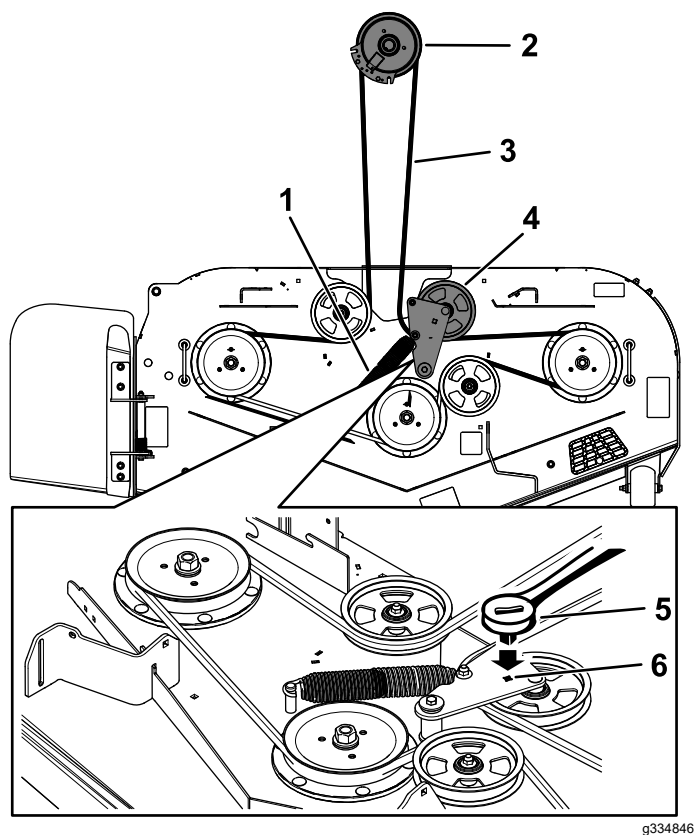

Figura 61
8. Utilice una llave de carraca de $\frac{3}{8}$ " en el taladro cuadrado del brazo tensor para aliviar la tensión del muelle tensor (Figura 61).
10. Instale la guía de la correa en el brazo tensor tensado con muelle (Figura 61).
12. Pase la correa nueva alrededor de las poleas de la segadora y de la polea del embrague, debajo del motor (Figura 61).
13. Instale la guía de la correa en el brazo tensor (Figura 61).
14. Con la ayuda de la llave de carraca de 3/8" en el taladro cuadrado, instale el muelle tensor (Figura 61).